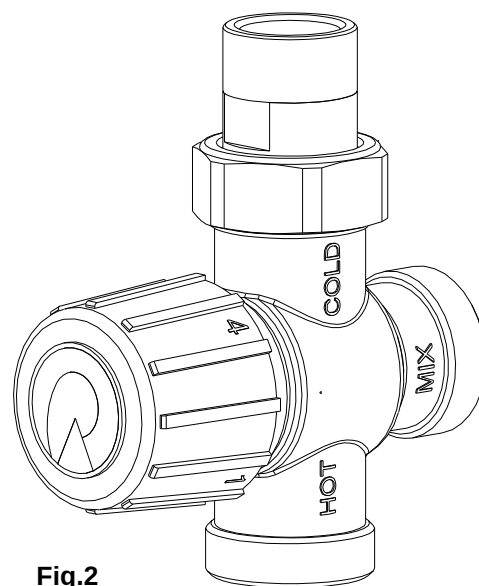

Fig.2
- le temperature di mandata dell'acqua sanitaria alle utenze (ACS in uscita dalla miscelatrice) in base alla taratura sulla manopola della valvola termostatica miscelatrice (fig. 2) in funzione delle temperature provenienti dal circuito primario;